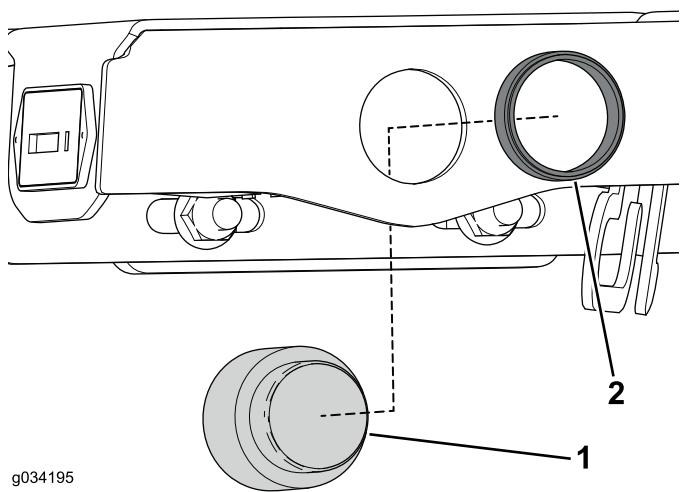

Bild 27
2. Befestigen Sie den akustischen Alarm mit dem Halterung am Bedienfeld (Bild 27).